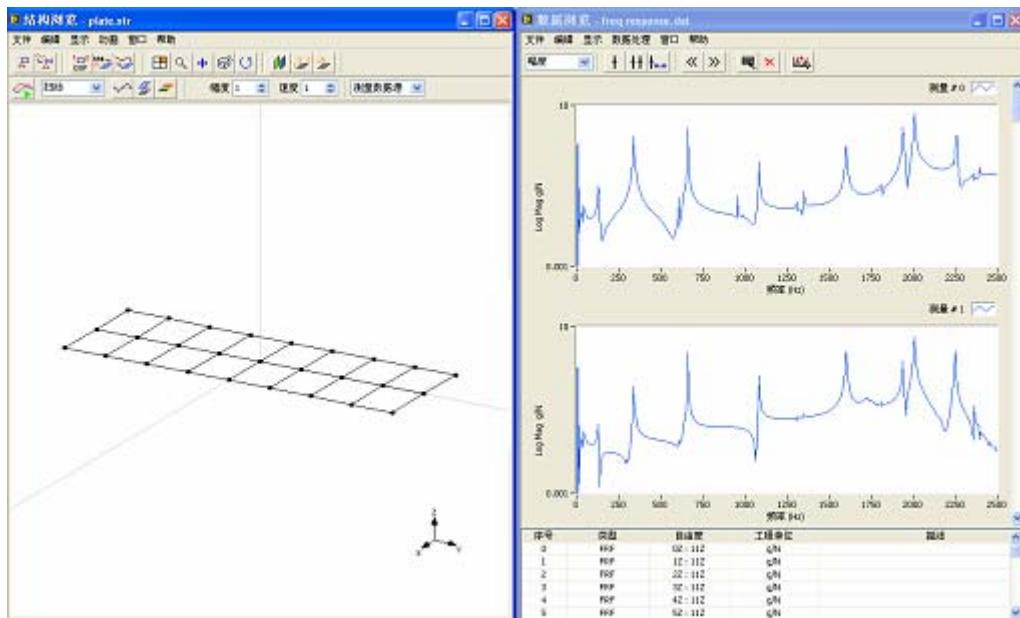

图 4-3 频率 ODS 动画显示
- 执行菜单命令文件 | 载入...，在结构模型文件列表中选择 plate 文件。模态结构被显示在窗体中。如图 4-3 所示。
- 执行菜单命令文件 | 载入...，在数据文件列表中选择 freq response 文件。有 27 条测量数据的 FRF 被显示在窗体中。如图 4-3 所示。